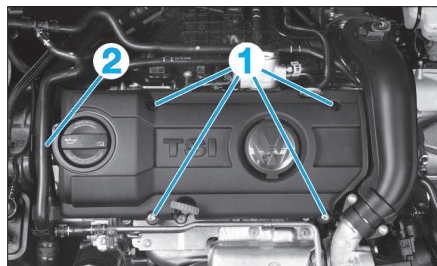

Fig. 2
- Déposer les vis (1) puis dégrafer les durits (2) (Fig.2).